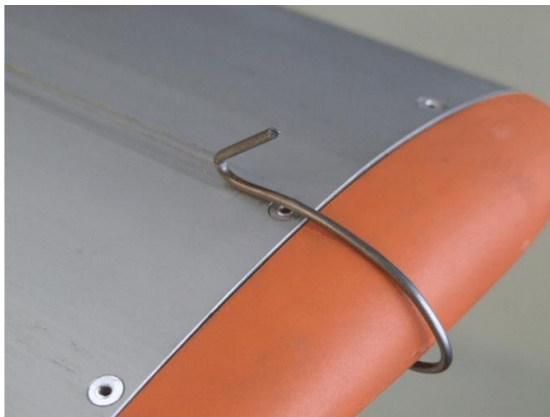

Abb. 2 - Positionierung der Messschnur
- 2 Messschnur von einer Blattspitze zur anderen spannen. Gemäß Abb. 2 'Positionierung der Messschnur' genau an den Nieten ansetzen.